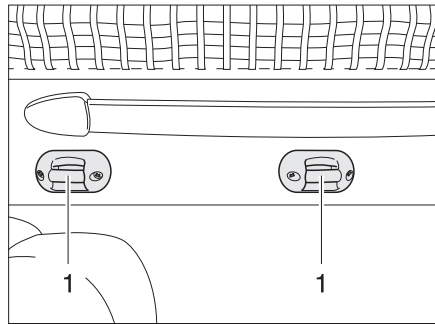

Bild 128 Halterung Aufstiegsleiter
- Die Aufstiegsleiter mit beiden Bügeln in die Krampen (Bild 128,1) am Hubbett einhängen.